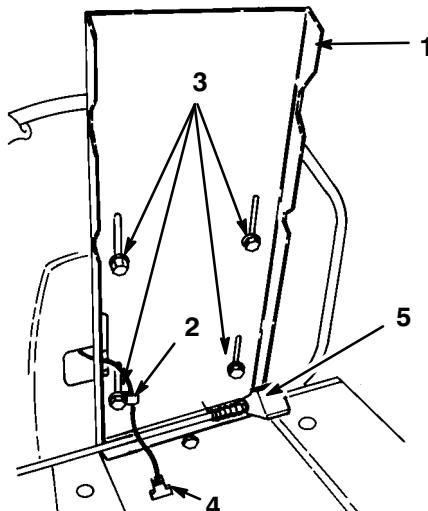

Abbildung 2
1. Den Sitz auf das Unterteil setzen, das Sitzschalterkabel durch den Schlitz stecken und die Montagelöcher ausrichten (Abb. 2).
2. Die Drahtschelle über den Sitzschalterdraht schieben (Abb. 2).
3. Unter Verwendung des linken vorderen Halteschlitzes in der Sitzbasis Drahtklemme und Sitz mit einer Kopfschraube und Sicherungsscheibe lose an der Sitzbasis anbringen (Abb. 2).